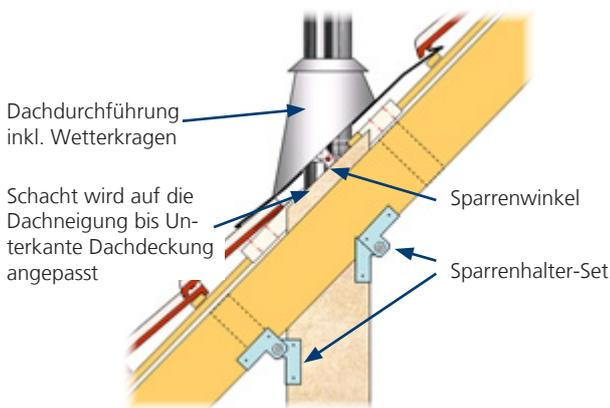

Abb. 31: Seitenansicht Dachdurchdringung mit Sparrenhalter
- Letztes Schachtelement auf die Dachschräge bis Unterkante Dachdeckung anpassen (Abb. 31 und 32).